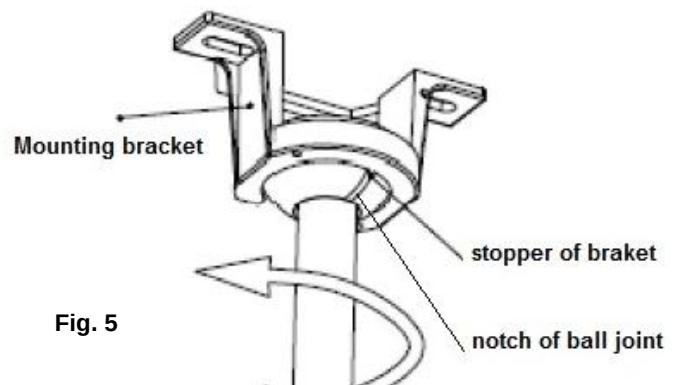

Fig. 5
6. Til de ventilator op de montagebeugel. Fig. 5.